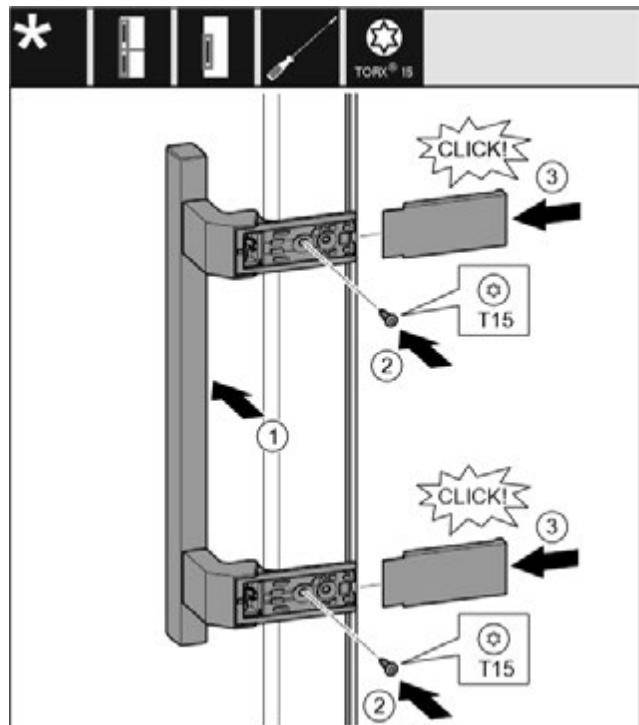

Fig. 31
- Встановіть ручку з протилежного боку. Fig. 31 (1)
- За допомогою викрутки T15 закрутіть гвинти. Fig. 31 (2)
- Встановіть збоку кришки і посуньте їх. Fig. 31 (3)